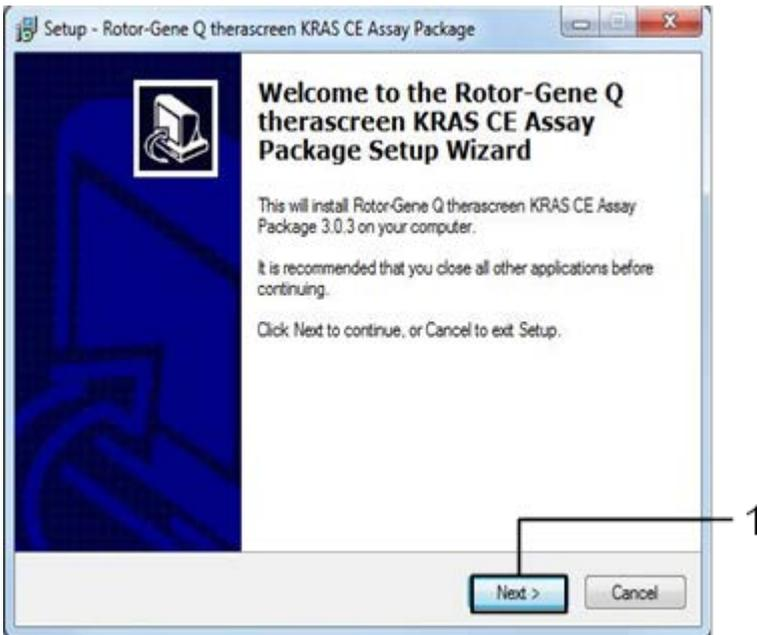

Figura 39. Cuadro de diálogo "Setup" (Configuración). 1 = "Next" (Siguiete).
4. Haga clic en Next (Siguiete) para continuar (figura 39).